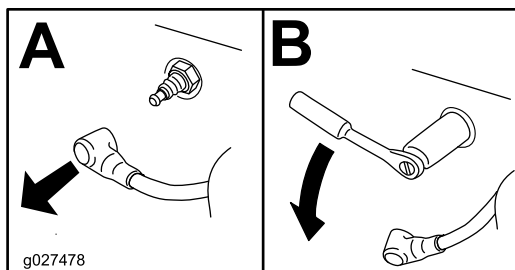

Figura 19
4. Rimuovete la candela (o le candele), come illustrato nella Figura 19.